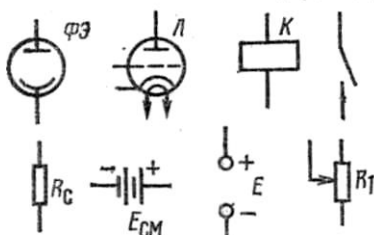

Рис. 109
**Задача 2 (вариант 1—10).** Составить схему фотоэлектронного реле из элементов, указанных на рис. 109. Указать назначение элементов схемы и ответить на вопрос своего варианта из табл. 63.